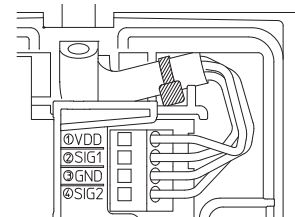

Fig. 7-16
- Le câble de connexion du KIT CAPTEUR ET ALARME possède une polarité. (Fig. 7-16)